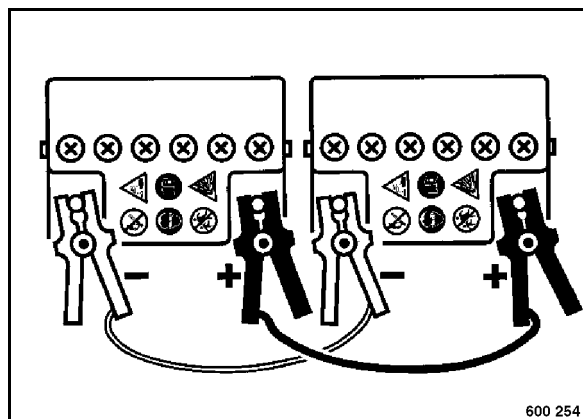

рис. 13
- С помощью провода для подключения стартера к вспомогательной аккумуляторной батарее (рис. 13) соединить положительные полюса вспомогательной батареи и стартерной батареи.